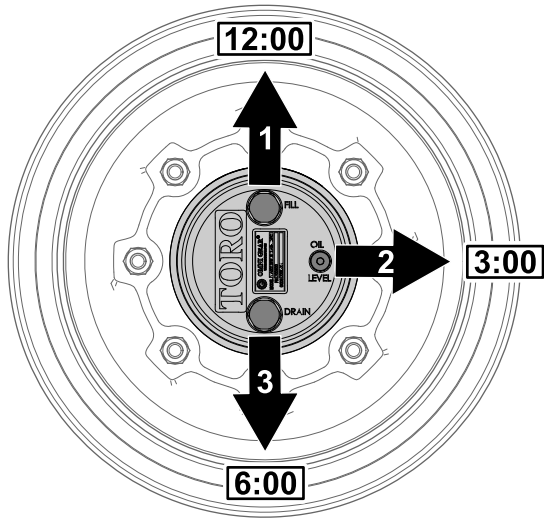

図 90
1. 水平な床面で、補給プラグが時計の 12 時の位置、点検プラグが 3 時、ドレンプラグが 6 時の位置を指すように駐車する 図 90。
1. 水平な床面で、補給プラグが時計の 12 時の位置、点検プラグが 3 時、ドレンプラグが 6 時の位置を指すように駐車する 図 90 プラネタリギアオイルの点検 \(ページ 57\) を参照。
2. 3 時の位置にある点検プラグを外す 図 90。